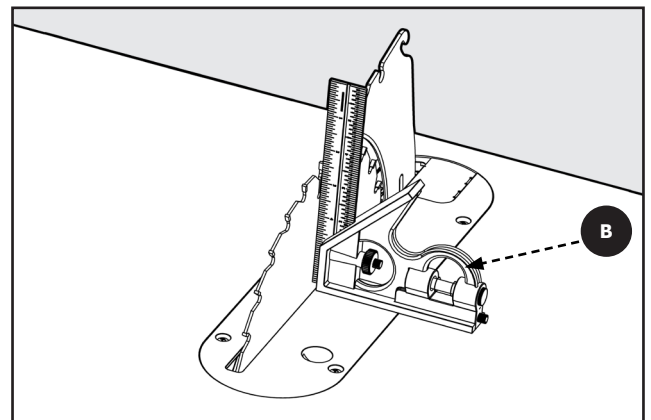

FIGURE 27
1. Placer une équerre **B** sur la surface de la table et contre la lame et le couteau diviseur. L'équerre **DOIT ÊTRE** entièrement en contact avec la face de la lame et le couteau diviseur. Voir Figure 27.